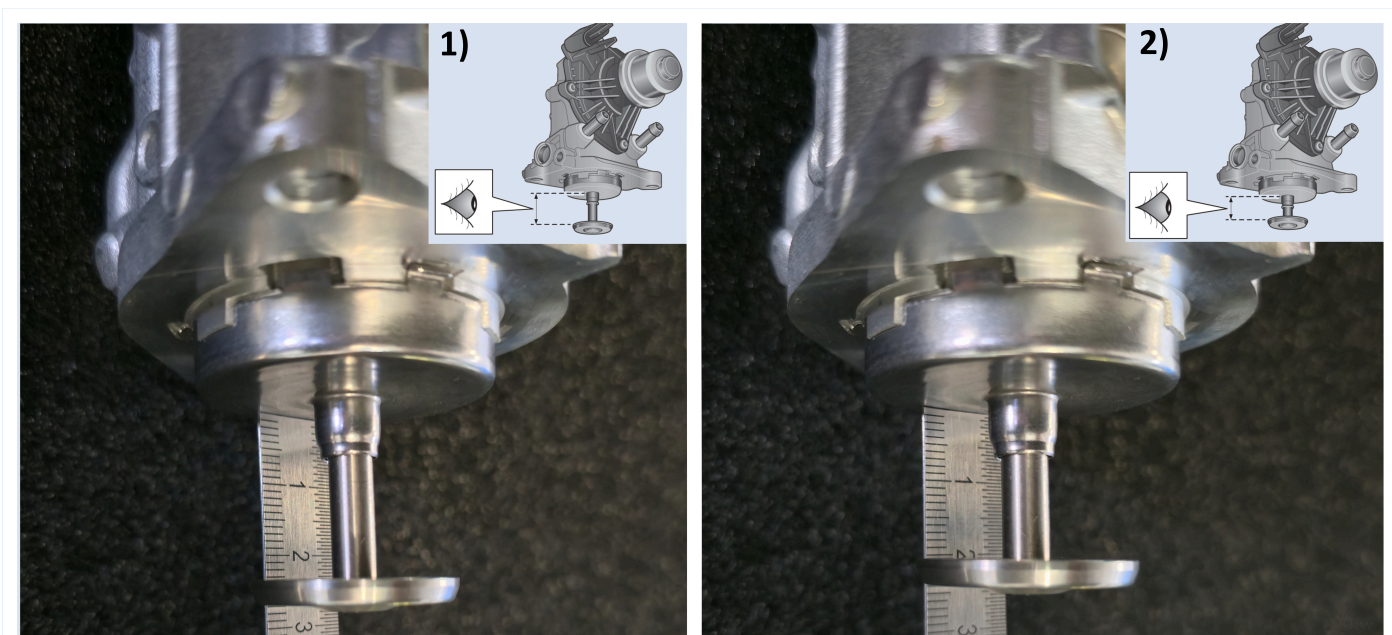

Fig. 6) 1) Leveringsposition 2) Monteringsposition
1. Tilslut den nye EGR-ventil til køretøjets elektriske forbindelse før montering. 2. Slå tændingen til. 3. Tilslut diagnoseenheden til køretøjet. 4. Brug funktionen "Grundindstilling" til at flytte EGR-ventilen til monteringspositionen (se figur 1-5). 5. Registrering af monteringspositionen: Ventilskiven er trukket lidt ind i huset (se fig. 6)